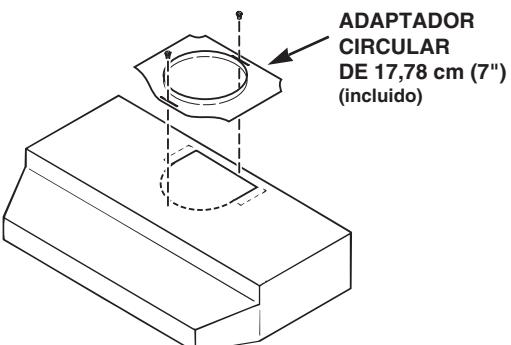

FIGURA 5
2. **Para una instalación de descarga circular de 17,78 cm (7"), refiérase a la FIGURA 5.** Asegure el adaptador de 17,78 cm (7") (incluido) al tope de la campana usando los tornillos provistos. Instale regulador redondo de 17,78 cm de diámetro (Modelo BP87, se compra por separado).